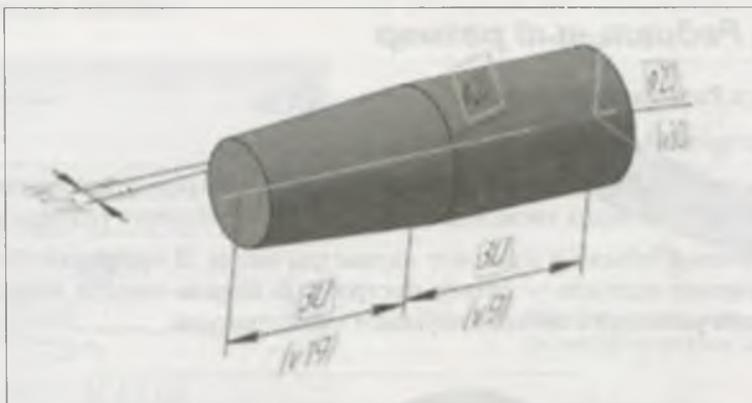

Рис. 28.10. Производные размеры на модели Вал-заготовка
- ◆ укажите в графической области или в Дереве модели объекты, размеры которых нужно отобразить в виде элементов оформления. Например, конус вала, фаску. В графической области появятся фантомы размеров (рис. 28.10). Вы можете изменить конфигурацию размеров, не прерывая работы команды. Для этого выделите размер и отредактируйте его с помощью характерных точек;